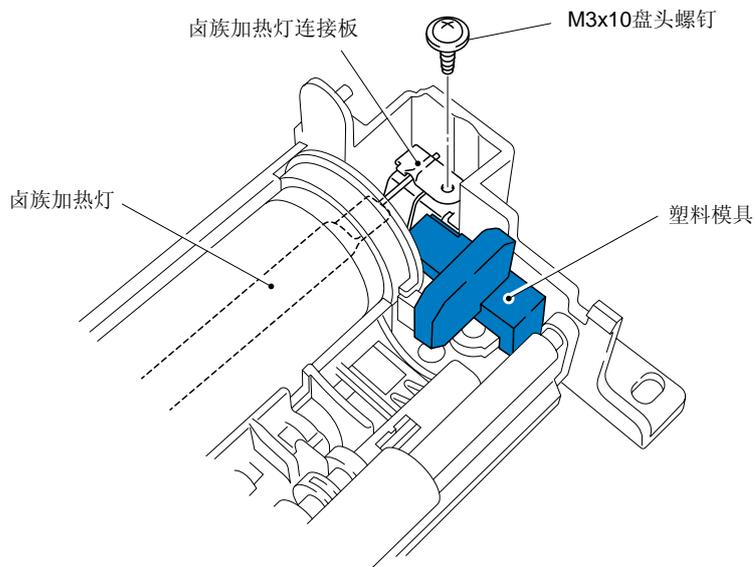

图 4-52
- 当拧紧固定卤族加热灯连接板的螺钉时，一定要按照图4-52所示的方法使用塑料模具，以避免损坏卤族加热灯的顶部